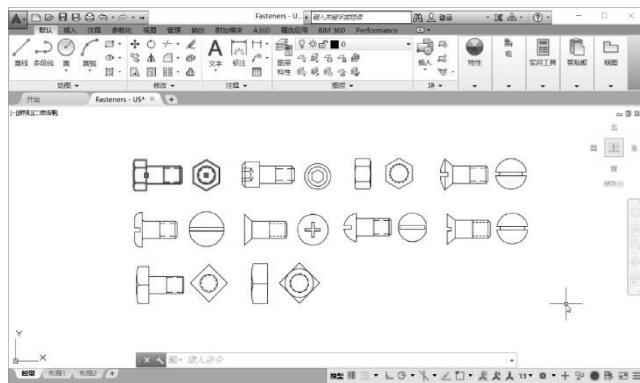
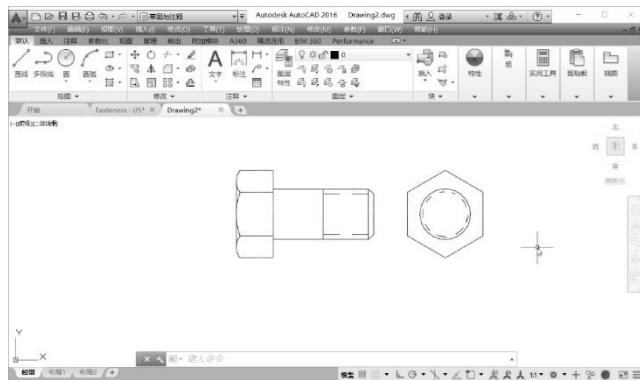

图 1-32 “文件”打开示例
图 1-33 粘贴图形示例
定路径为“C:\Program Files\AutoCAD 2016\Sample\zh-cn\DesinCenter\Fasteners-US.dwg”，预览图像后，单击“打开”按钮，文件即打开，如图 1-32 所示。
3) 在图 1-32 中，打开“粘贴板”面板，选择“复制”命令，选取“六角螺栓”的视图；返回新建的图中打开“粘贴板”面板，选择“粘贴”命令，如图 1-33 所示。